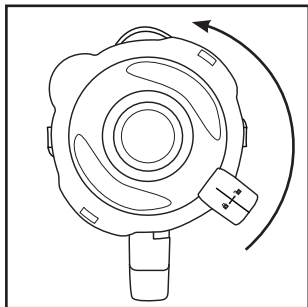

Fig.1
- 1) Rode o copo misturador ③ para a esquerda, até a seta ▼ por baixo da pega do copo misturador ③ ficar sobre a posição . Levante o copo misturador ③ a direito, retirando-o do bloco do motor ⑥.
- 2) Remova a tampa ②, rodando-a para a esquerda na direção da posição (ver fig. 1), até a conseguir puxar para cima.
- 3) Encha o copo misturador ③ no mínimo até ao traço inferior da escala ⑧ e no máximo até à marca MAX. Para resultados ideais, recomendamos as seguintes quantidades máximas de enchimento: